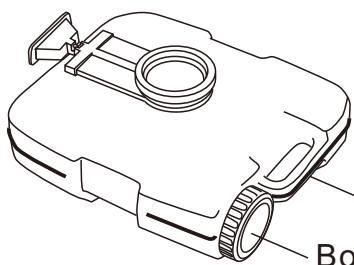

Figure 9
- Lorsque vous retirez le bouchon, assurez-vous que le réservoir de stockage des déchets est dans une position verticale position (figure 9).